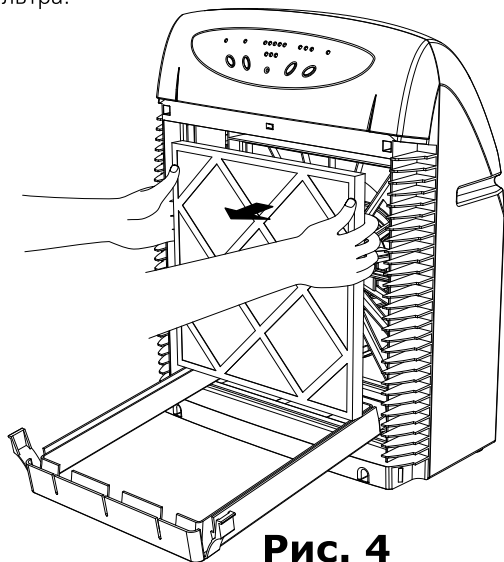

Рис. 4
6. Извлеките выходной фильтр в полиэтиленовой пленке (рис.4), снимите пленку с выходного фильтра.